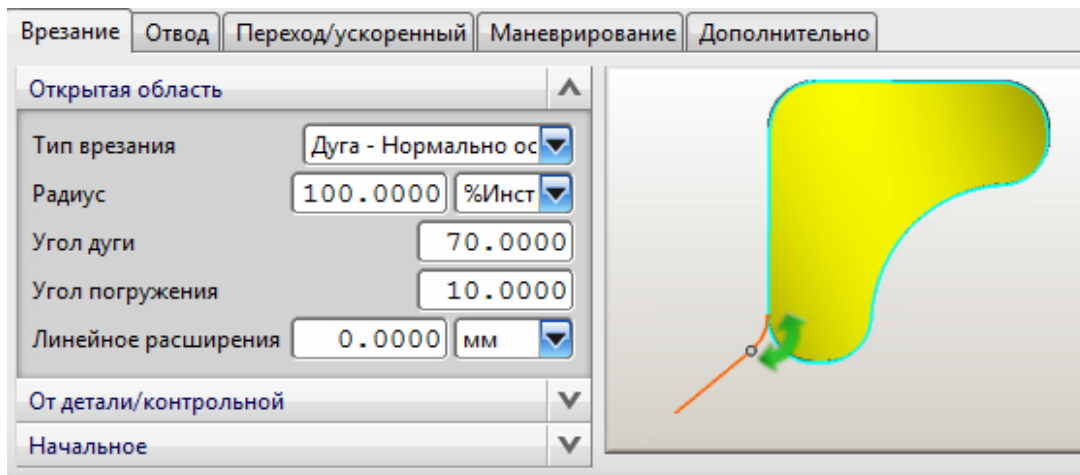

Рис. 2.54. Настройка перемещений без резания
- введите значение **70** в поле ввода **Угол дуги** (см. рис. 2.54);